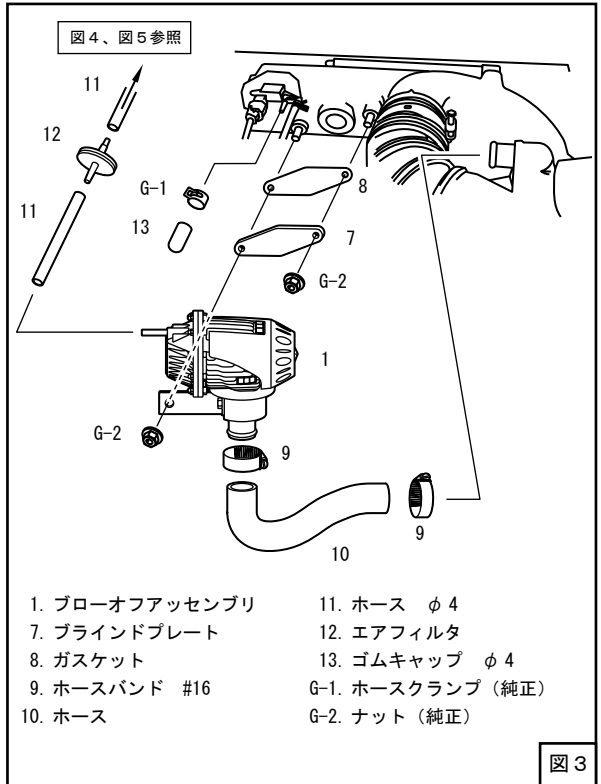

図3
(2) 1. - (2) でφ4作動用ホースを取外したV S Vのニップルに、ゴムキャップを取付けてください。(図3)
(3) キットパーツを仮付けしてください。(図3)
ホースφ4は適当な長さに（ある程度余裕を持たせて）切って使用してください。（図3、図5）
- (8) ブローオフアッセンブリのニップル部に取付けたホースφ4をタイラップで縛り、固定してください。（図3、図6）